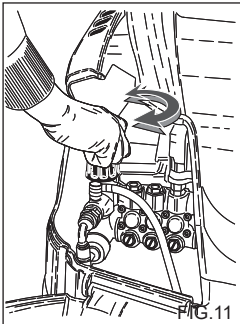

FIG. 11
Dit hoofdstuk betreft alleen de modellen die voorzien zijn van een "drukregelaar". Deze drukregelaar, Fig. 11, maakt het mogelijk tijdens het werk de druk te regelen. Door de handgreep C tegen de klok in (B) te draaien (minimum) wordt de bedrijfsdruk verlaagd.